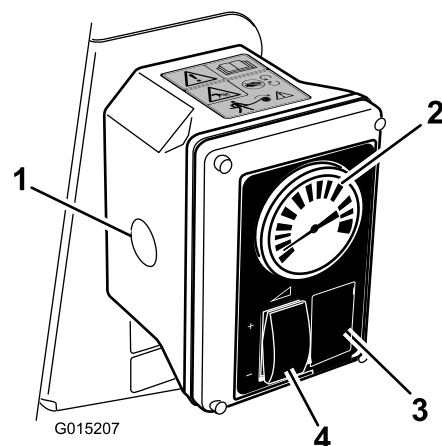

Рисунок 13
6. Для увеличения или уменьшения давления регулируйте переключатель интенсивности опрыскивания и дроссельную заслонку до тех пор, пока на манометре не установится нужное значение (Рисунок 13).